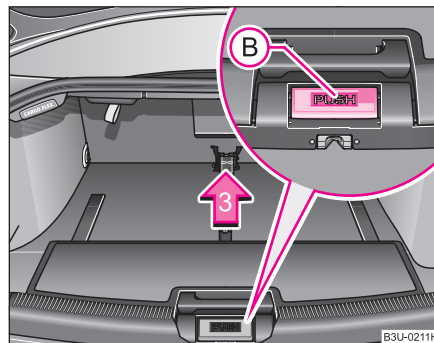

Fig. 84 Asigurarea cutiei pliante
- Apăsăți tasta „PUSH“  ⇒ **fig. 84** și împingeți cutia pliantă cu atenție în poziția mediană.